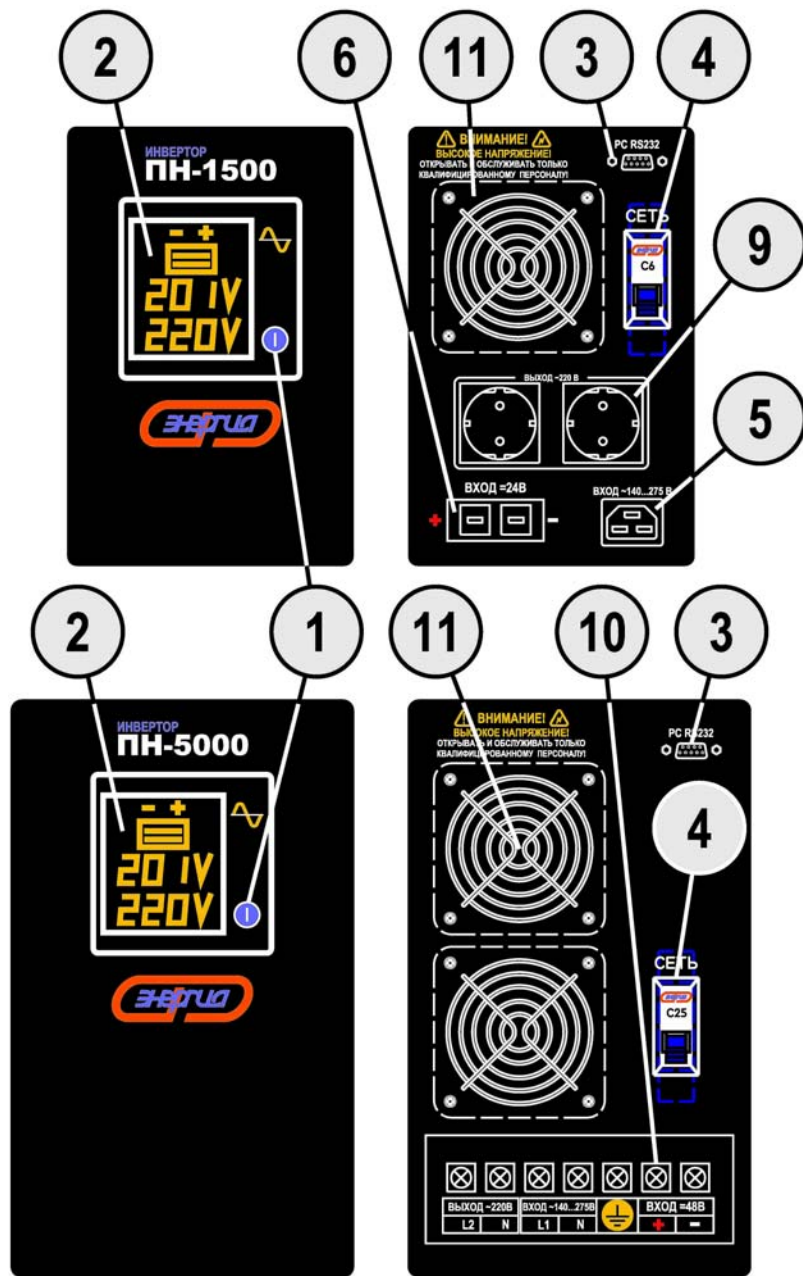

Рис. 1.
4.1. Перечень составных частей изделия (рис. 1).
5.2.2. После размещения инвертора в месте установки следует подключить к резьбовой клемме на клеммной колодке поз. 10 (рис. 1) для моделей ПН-2000/3000 проводник заземляющего устройства, удовлетворяющий требованиям раздела 10: «Обеспечение требований безопасности».
Заземление моделей также может осуществляться при подключении к сети централизованного электроснабжения через сетевые разъемы, оснащенные заземлителем. Даже при отсутствии сети централизованного электроснабжения подключить внешний заземлитель в соответствии с разделом 10 к заземляющему штырю присоединенного к разъему поз. 5 (рис. 1) сетевого кабеля в комплект инвертора или клемме заземлителя.
5.3.1. Расположение элементов подключения, управления и индикации для всех моделей показано на рис. 1. Их назначение указано в Таблице 2.
5.4.1. Удерживать кнопку включения «I» поз. 1 (рис. 1) в нажатом положении в течение 4-х секунд, четыре коротких звуковых сигнала в течение 2-х секунд означают завершение режима самотестирования и включение выходного стабилизированного напряжения, а также индикации параметров при наличии информационной панели.
5.4.2. В модификациях с информационной панелью кнопка «I» поз. 1 (рис. 1) также используется для переключения внутри списка отображаемых на индикаторе параметров при кратковременном нажатии.
5.4.4. Для отключения выходного напряжения удерживать кнопку «I» поз. 1 (рис. 1) в течение 4-х секунд.
10.3.6. Во время работы инвертора его клемма защитного заземления поз. 3 (рис. 1) или клемма 3 колодки поз. 16 должны быть постоянно подключены к заземлителю, любого из указанных в п. 10.3.2 типов.